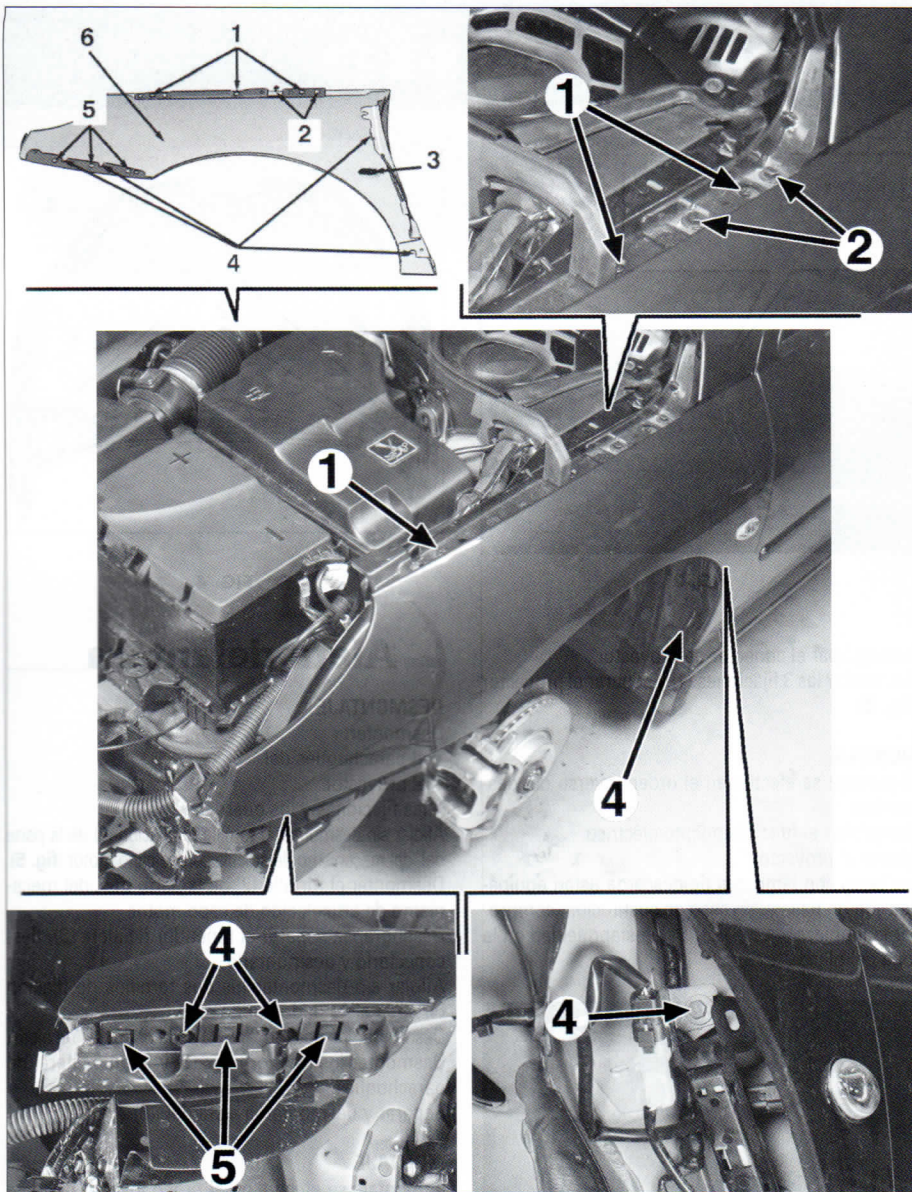

FIG. 5
Aflojar sin desmontar el tornillo de fijación (2) de la parte del. del mecanismo de articulación de capó motor (**fig. 5**).